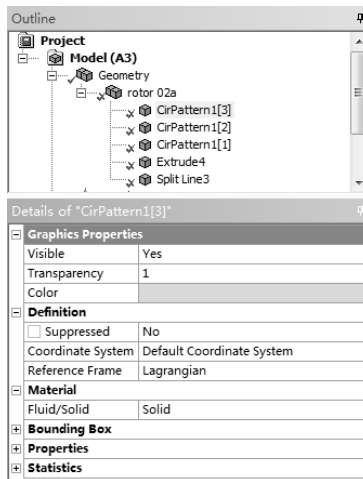

图 3-35 【实体】详细设置窗口
(4) 【实体】详细设置窗口 单击分析树 Outline 中的【Geometry】|【实体参数】图标，显示【Details of “XXXX”】窗口，如图 3-35 所示。